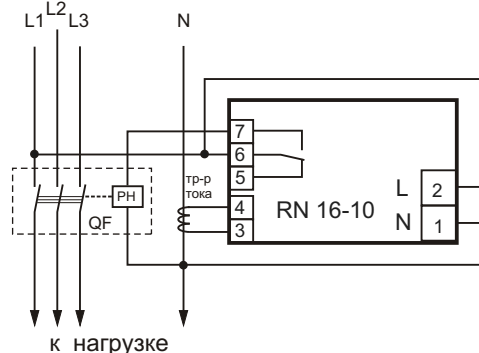

Рис. 3: схема подключения устройства к трехфазной сети для контроля тока по нулевому проводу
6.3. Подключите изделие к трехфазной сети согласно рис.3, при этом нулевой провод N необходимо пропустить через отверстие трансформатора тока и подключить к нагрузке. Трансформатор тока подключить к контактам 3 и 4 устройства.